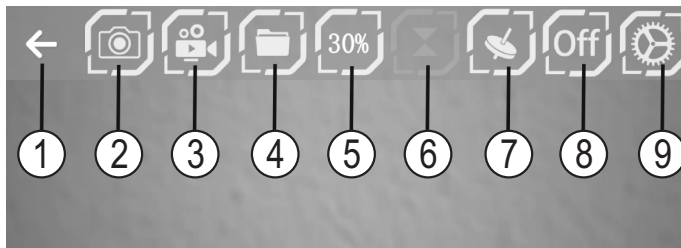
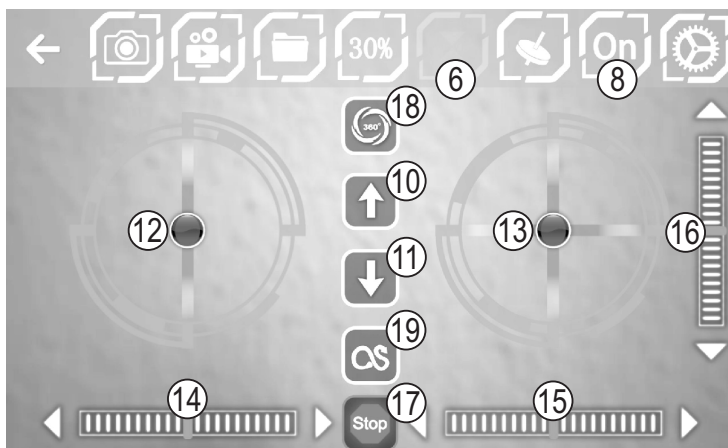
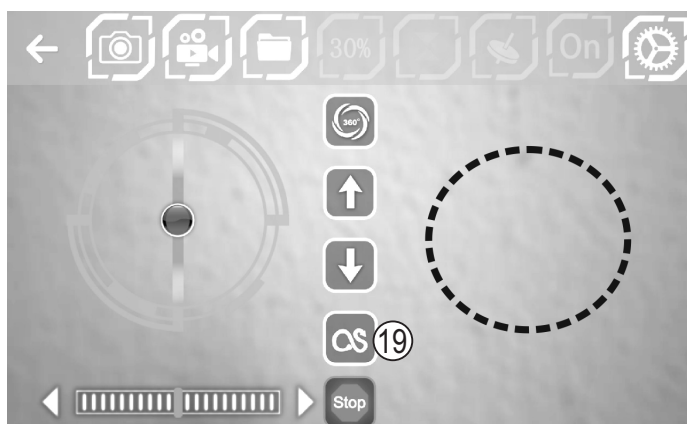

Figura 14
Figura 16
Figura 17
Se si seleziona "CONNECT" (B), si apre l'interfaccia utente mostrata in Figura 14.
I simboli mostrati nella riga superiore (1 - 9, vedere Figura 14) hanno le seguenti funzioni:
Inoltre, prima o durante il funzionamento del quadricottero sul display dello smartphone selezionando l'icona corrispondente (vedere Figura 14, Pos. 2 o 3) è possibile creare un'istantanea con la fotocamera del quadricottero o avviare la registrazione video.
→ Con l'app non è possibile creare una serie di istantanee. Quando viene toccato il simbolo corrispondente (Figura 14, Pos. 2), la fotocamera viene attivata. Dopo aver rilasciato l'icona, l'immagine viene creata. Una eventuale registrazione video viene interrotta, quando si seleziona nuovamente il simbolo corrispondente (Figura 14, Pos. 3).
Una volta impostata la modalità di volo, è possibile visualizzare direttamente sullo smartphone le immagini o i video creati. Per fare ciò, selezionare il simbolo corrispondente (Figura 14, Pos. 4) sul display. Viene visualizzata una nuova schermata.
Dopo aver avviato l'app, vengono visualizzati vari comandi sullo schermo dello smartphone oltre all'immagine della telecamera (vedere la Figura 16). Oltre agli elementi di comando già noti per la telecamera (vedere Figura 14, Pos. 2 - 4), dopo aver selezionato l'icona corrispondente (Figura 16, Pos. 6 e 8), vengono visualizzati anche gli elementi di comando di un trasmettitore remoto. Il comando di sinistra (Figura 16, Pos. 12) come con il telecomando controlla sia l'altezza che la rotazione attorno al proprio asse verticale (imbardata). Con l'elemento di comando destro (Figura 16, pos. 13), si controllano "beccheggio" e "rotolamento".
Nella Figura 16 i corrispondenti comandi di assetto si riferiscono all' "imbardata" (Pos. 14), "rotolamento" (Pos. 15) e "Beccheggio" (Pos. 16).
Selezionare "CONNECT". Il display mostra i comandi dell'app (vedere anche la Figura 14) e l'immagine video della videocamera incorporata nel modello.
Selezionare il simbolo mostrato nell'immagine 14, pos. 8, quindi il simbolo nell'immagine 14, pos. 6. Gli elementi di comando (analoghi a quelli del pannello di comando del trasmettitore) e tutti gli altri controlli necessari per il funzionamento vengono visualizzati come "punti" (vedere la figura 16).
Selezionare il simbolo mostrato in Figura 16, Pos. 10. I rotori si avviano e il modello decolla per librare a un'altezza di circa 1,5 metri davanti all'utente.
I due comandi (punti, vedere Figura 16, Pos. 12 + 13) sul display dello smartphone rappresentano gli joystick del trasmettitore del telecomando e hanno le stesse funzioni. Tenere lo smartphone tra le mani. Toccare ciascun punto con un dito (preferibilmente con i pollici) e controllare il modello allo stesso modo in cui è stato spiegato il comando con un trasmettitore del telecomando nei capitoli 11 e 12.
Se si desidera nuovamente far atterrare il modello, spostare lentamente l'elemento di comando di sinistra (Figura 16, Pos. 12) all'indietro. In alternativa, è possibile effettuare un atterraggio automatico selezionando l'icona nella Figura 16, Pos. 11.
Nella configurazione di base (vedere Figura 14, Pos. 5), l'app nel primo stadio è impostata a circa il 30 % dei percorsi di controllo massimi possibili. Questo corrisponde alla modalità principianti (si veda il Capitolo 11). Le funzioni di controllo sono limitate nella loro modalità di azione.
Se si tocca nuovamente il simbolo mostrato in Figura 14, Pos. 5, il controllo viene impostato su circa il 60 % dei percorsi di controllo. Questa è la modalità avanzata. Il modello risponde ai comandi in modo più agile.
La funzione Flipp (di inversione) è attiva quando si seleziona l'icona mostrata in Figura 16, Pos. 18. Quindi far scorrere il comando di destra (Figura 16, Pos. 13), ad es. in avanti e il modello si muoverà in avanti (effettuazione di un rollover). A tal proposito seguire le istruzioni nel capitolo 12.
Il simbolo in Figura 16, Pos. 19 attiva la funzione "Percorso di volo". Il comando di sinistra rimane visibile e può essere utilizzato per il controllo (in alto/in basso e imbardata). Il comando destro viene nascosto. A questo punto è possibile indicare sul display dello smartphone un percorso di volo (vedere Figura 17, ad es. un cerchio). Il percorso viene effettuato automaticamente dal modello. Per fare ciò, creare per il modello condizioni di volo stabili e attivare il simbolo # 19. Tracciare a questo punto un percorso sul display. Dopo aver terminato di registrare il percorso (togliere il dito dallo schermo dello smartphone), il modello percorrerà immediatamente la rotta tracciata.
Se viene selezionato il simbolo "ruota dentata" (Figura 14, Pos. 9), appaiono ulteriori simboli per poter azionare il modello.
Per controllare il modello con i sensori di posizione, bisogna prima eseguire tutti i preparativi iniziali, che sono stati mostrati nel Capitolo 14. b). Fatto questo, premere il simbolo mostrato in Figura 14, Pos. 7 in modo che si accenda. In questo modo si attiva il controllo tramite i sensori di posizione dello smartphone.
Per avviare o atterrare, premere il simbolo "Avvio automatico" (Figura 16, Pos. 10) o "atterraggio automatico" (Figura 16, Pos. 11).
Sia l'altezza che la rotazione attorno all'asse verticale continuano ad essere controllate nel display dello smartphone con il comando sinistro Figura 16, Pos. 12).